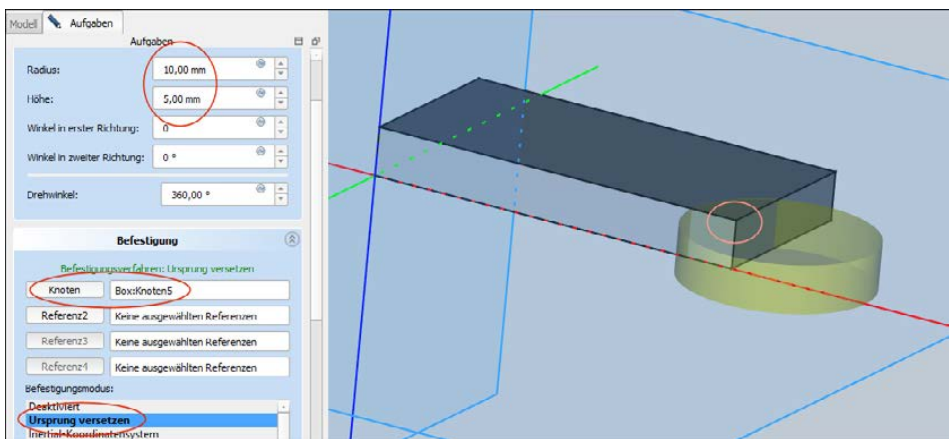

Abbildung 5.19: Zylinder an der Kante hinzuaddieren
5. Noch ein Versuch, einen Zylinder an die rechte Kante des Quaders zu setzen. Klicken Sie das Werkzeug *Zylinder* an. Er wird zunächst an den Nullpunkt gesetzt. Geben Sie bei *Radius* 10 und bei *Höhe* 5 ein (siehe Abbildung 5.19). Er soll aber nicht am Nullpunkt sitzen. Wählen Sie deshalb im Feld *Befestigungsmodus* den Eintrag *Ursprung versetzen*. Aber wo soll der neue Ursprung sein? Klicken Sie auf *Referenz1* und wählen Sie den in Abbildung 5.19 markierten Punkt. Zoomen Sie dazu näher heran, um den Punkt zu treffen und nicht eine Kante. Sie können die verschiedensten Befestigungsmethoden und – je nachdem – bis zu vier Referenzen wählen.